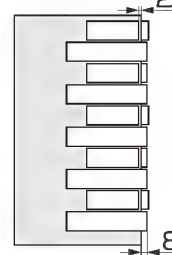

図5-3 出隅部タイルの納まり
- タイルが突き付けとならないように目地幅を確保して張付けてください。（図5-3参照）